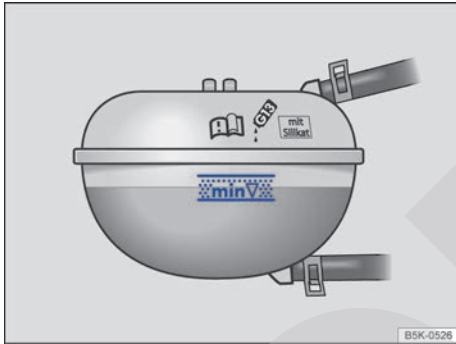

Fig. 245 En el vano motor: marcas en el depósito de expansión del líquido refrigerante del motor.
- Con el motor en frío, compruebe el nivel del líquido refrigerante en las marcas laterales que hay en el depósito de expansión → fig. 245. El nivel del líquido refrigerante deberá encontrarse dentro de las marcas.
- El nivel del líquido refrigerante tiene que encontrarse entre las marcas que hay en el depósito de expansión → fig. 245. **No rebase nunca el borde superior de la zona marcada** →  .
- Al añadir líquido refrigerante del motor, no rebase el borde superior de la zona marcada → fig. 245. De lo contrario, cuando suba la temperatura, el líquido sobrante será expulsado del sistema de refrigeración del motor y podría causar daños.